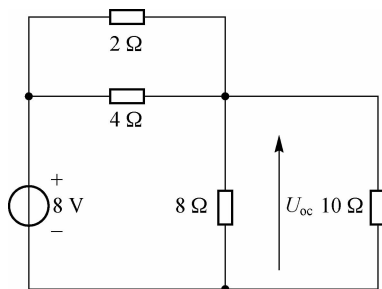

图 2-59 计算题 3 的电路图
3. 已知某电路如图 2-59 所示, 它为有源网络。求: (1) 该有源网络的等效电压; (2) 该有源网络的等效内阻。